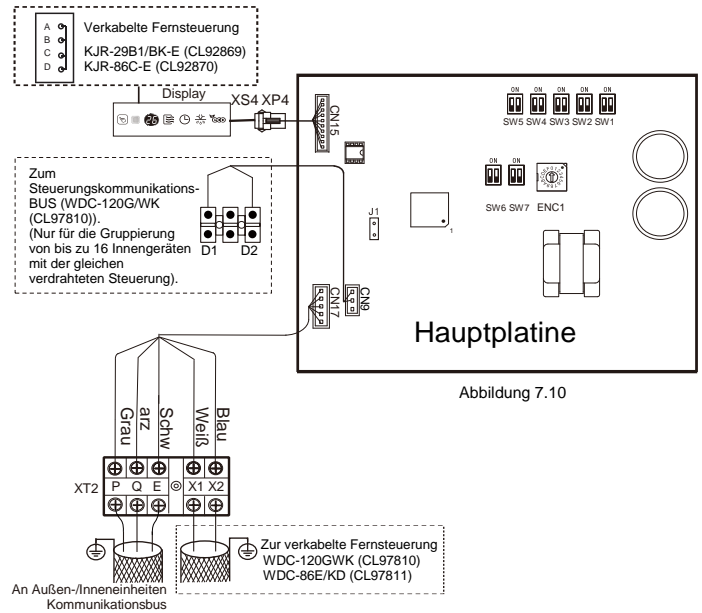

Abbildung 7.10
- ◆ Die Anschlüsse X1, X2, D1, D2 an den Seiten der Hauptsteuerplatine und der unidirektionale Kommunikationsanschluss (Anzeigeplatinenseite) sind für verschiedene Arten von verdrahteten Steuerungen vorgesehen (siehe Abb.7.10).